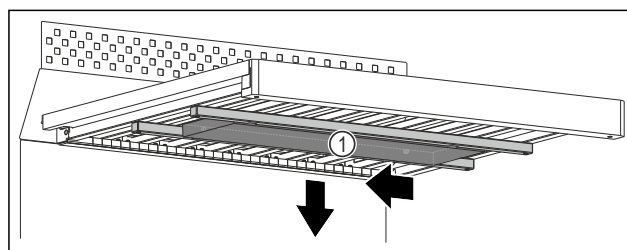

Fig. 160
- Waterbak Fig. 160 (1) naar links schuiven.
- Waterbak Fig. 160 (1) naar onderen toe wegnemen.